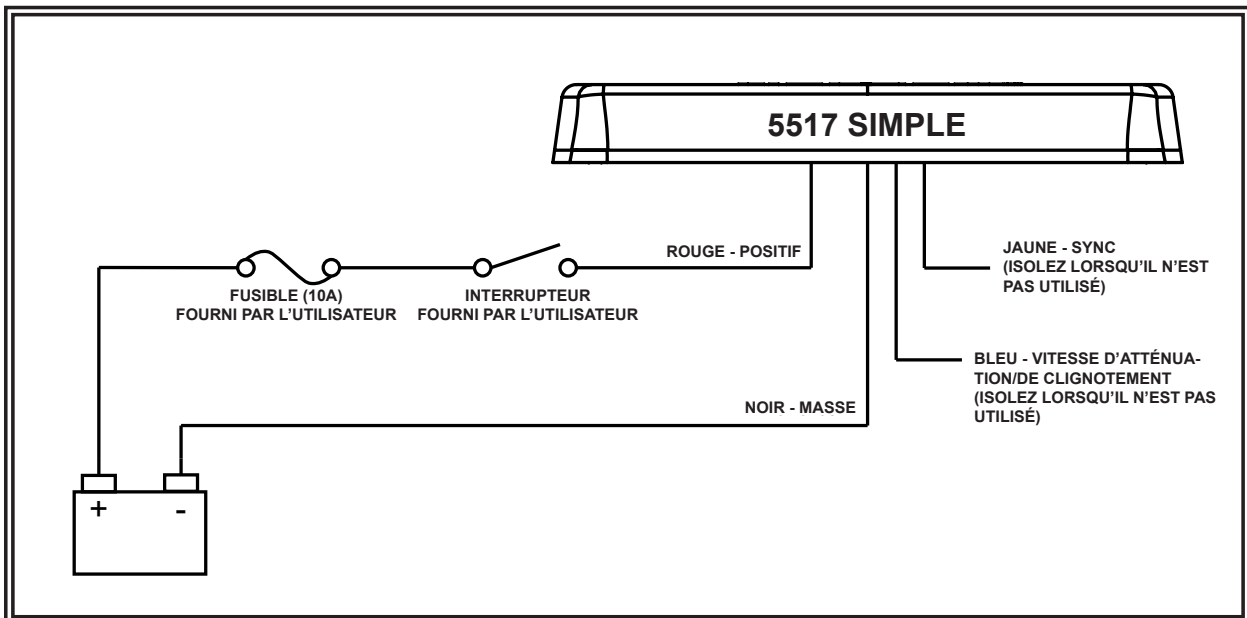

Figure 3
5. Branchez les fils d'alimentation comme indiqué dans la section sur le câblage (voir les figures 3 et 4).
Le câblage du microbar à montage permanent est illustré dans les figures 3 et 4. Tous les câbles doivent être au minimum de 18 AWG. La ligne positive doit être équipée d'un fusible de 10 ampères, comme indiqué. Un interrupteur peut être utilisé pour contrôler la fonction Marche/Arrêt.